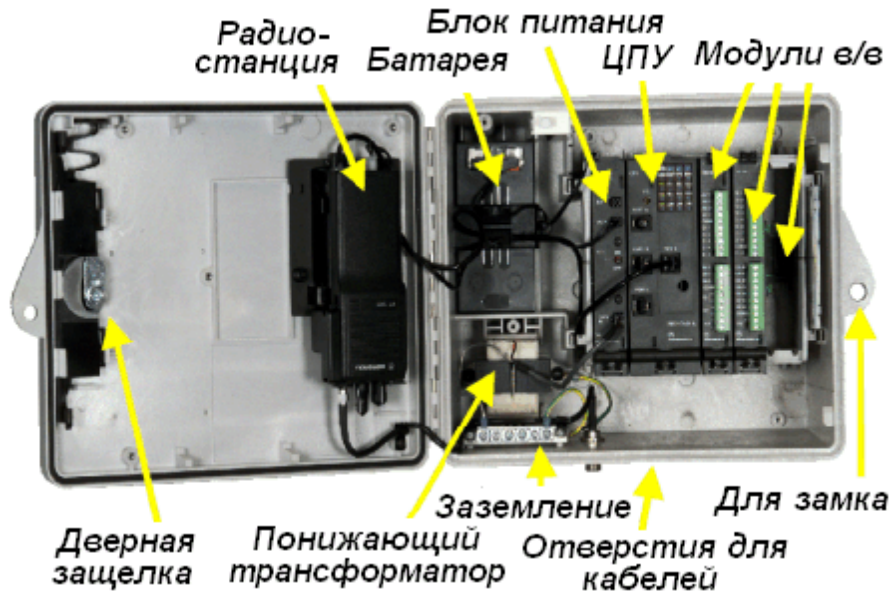

Рис. 2.6.2. Контроллер MOSCAD-L.
• **MOSCAD-L** - это малый ("облегченный") контроллер системы MOSCAD (рис. 2.6.2). Основное применение контроллера - в качестве удаленного терминального устройства. Контроллер имеет модульную конструкцию и включает блок питания, ЦП (центральный процессор) и три модуля ввода/вывода.